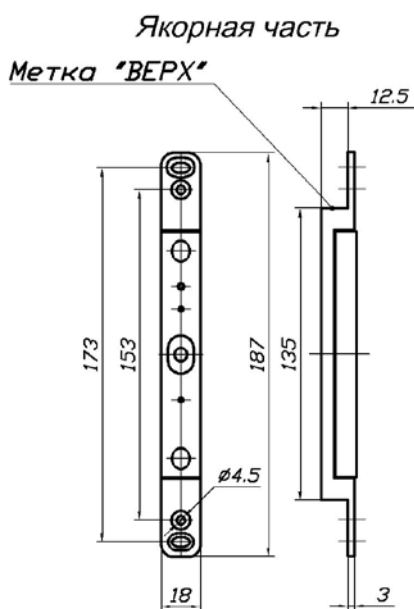

Рис. 3.
- 5.1 Якорная часть ЗАМКА монтируется в гнезде в средней части дверного полотна и ориентируется установочной меткой «ВЕРХ». Гнездо выполняется симметрично кромкам двери с учетом габаритно-установочных размеров якорной части (рис. 3). Рекомендуется гнездо делать на 2-5мм шире якоря, чтобы компенсировать погрешности монтажа в поперечном направлении за счет перемещения якорной части в пределах гнезда. При этом предварительное крепление якорной части рекомендуется выполнять через установочные овальные отверстия.